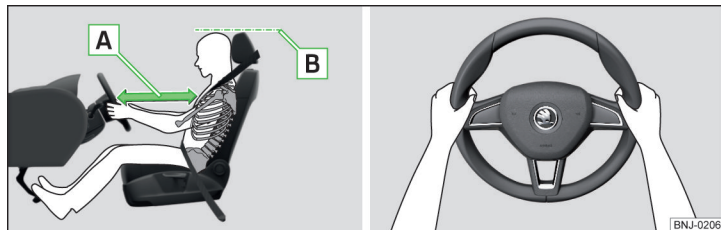

Fig. 18 Posición de asiento correcta del conductor / Sujeción correcta del volante
- ✓ Ajustar el volante de tal modo, que la distancia entre el volante y el estérn sea, como mínimo, 25 cm » **fig. 18 - [A].**
- ✓ Ajustar el reposacabezas de tal modo que el borde superior del mismo se encuentre, a ser posible, a la misma altura que la parte superior de su cabeza (no es válido para los asientos con reposacabezas integrado) » **fig. 18 - [B].**
- Durante la conducción, sujete el volante con ambas manos por el borde exterior de los lados en las posiciones de las "9" y "3" horas » **fig. 18.** No sujete nunca el volante en la posición de las "12 horas" o de cualquier otro modo (p. ej., en el centro o en el borde interior del volante, etc.). De lo contrario puede generarse lesiones graves en los brazos, manos y la cabeza cuando se activa el airbag.
- ✓ Ajustar el reposacabezas de tal modo, que el borde superior del mismo se encuentre dentro de lo posible a la misma altura que la parte superior de su cabeza » fig. 18 de la pág. 24 - **B** (no es válido para asientos con reposacabezas integrados).
- ✓ Ajustar los reposacabezas de tal modo, que el borde superior de los mismos se encuentren, de ser posible, a la misma altura que la parte superior de la cabeza » **fig. 18 de la pág. 24 - B**.